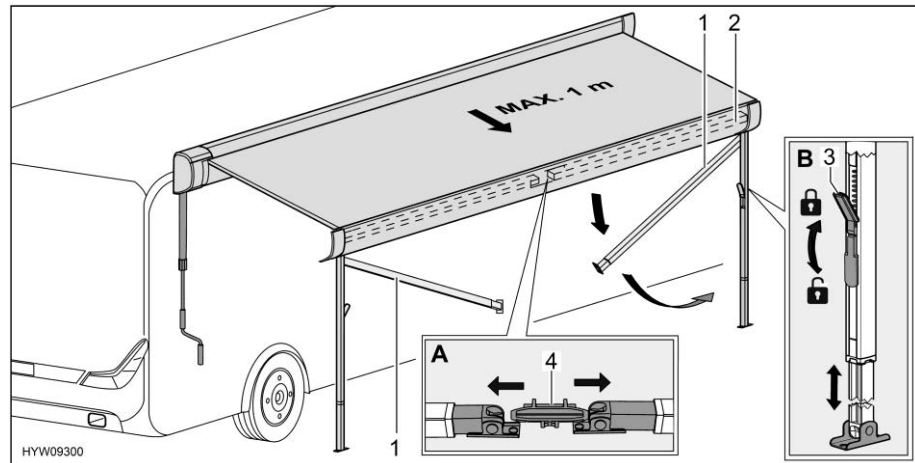

Fig. 48 Preparazione dei montanti di supporto
- Sbloccare i montanti di supporto (Fig. 48,1) dal supporto (Fig. 48,4) nel listello anteriore (Fig. 48,2). A tale scopo, premere leggermente verso l'esterno i montanti di supporto (Fig. 48,A).
- Allentare i bloccaggi (Fig. 48,3) dei montanti di supporto. A tale scopo, ripiegare la leva di serraggio verso il basso.
- Estrarre la parte inferiore dei montanti di supporto fino alla lunghezza desiderata (Fig. 48,B).
- Chiudere i bloccaggi (Fig. 48,3) dei montanti di supporto. A tale scopo, tirare verso l'alto la leva di serraggio.